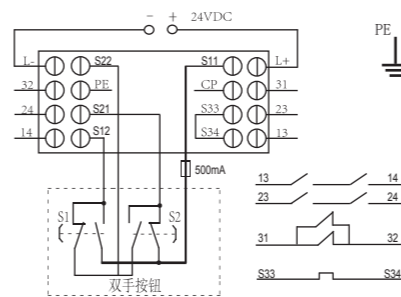
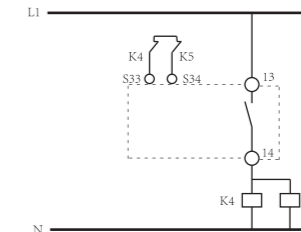

图4 SR4P2A1B24S连接双手按钮
图5 输出触点扩展(单通道自动复位)
- ◆通过使用扩展模块或使用带有正导向结构输出触点的继电器/接触器，可以增加输出触点的数量见图5。
如图4-图5，具有自动复位连接双手按钮以及外部继电器/接触器扩展连接的例子。
请注意：使用时，为确保安全及防止损坏安全继电器，请在电路中串接500mA的保险丝。见图4。